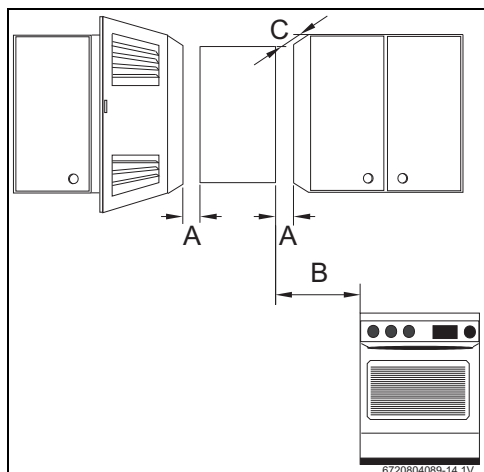

Fig. 20 Distanze minime
- Mantenere le distanze minime indicate nella fig. 20.
- ▶ Garantire la buona accessibilità per i lavori di manutenzione, rispettando le distanze minime indicate nella Fig. 20.